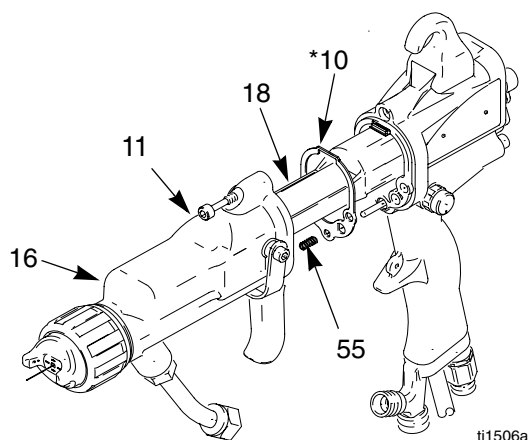

Fig. 16 Montering av pistolhus
1. Kontrollera att packningen (10*) och jordningsfjädern (55) sitter på plats. Se till att lufthålen är rätt inpassade. Byt om det är skadat. Se Fig. 16.
2. Placera huset (16) över kraftaggregatet (18) och på pistolhandtaget (17).
3. Dra åt de tre skruvarna (11) korsvis och jämnt (omkring ett halvt varv sedan de precis fått kontakt).